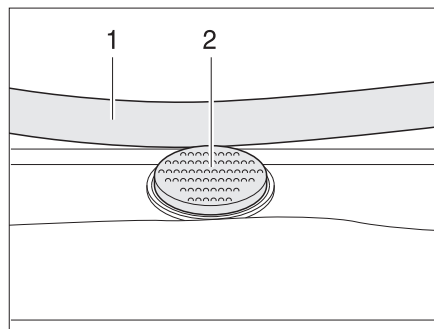

Fig. 44 Botón de seguridad en la claraboya Heki
- Pulsar el botón de seguridad (Fig. 44,2) y tirar la horquilla (Fig. 44,1) hacia abajo con ambas manos.
- Presionar el estribo hacia arriba con ambas manos hasta que la horquilla se encuentre encima del botón de seguridad (Fig. 44,2).